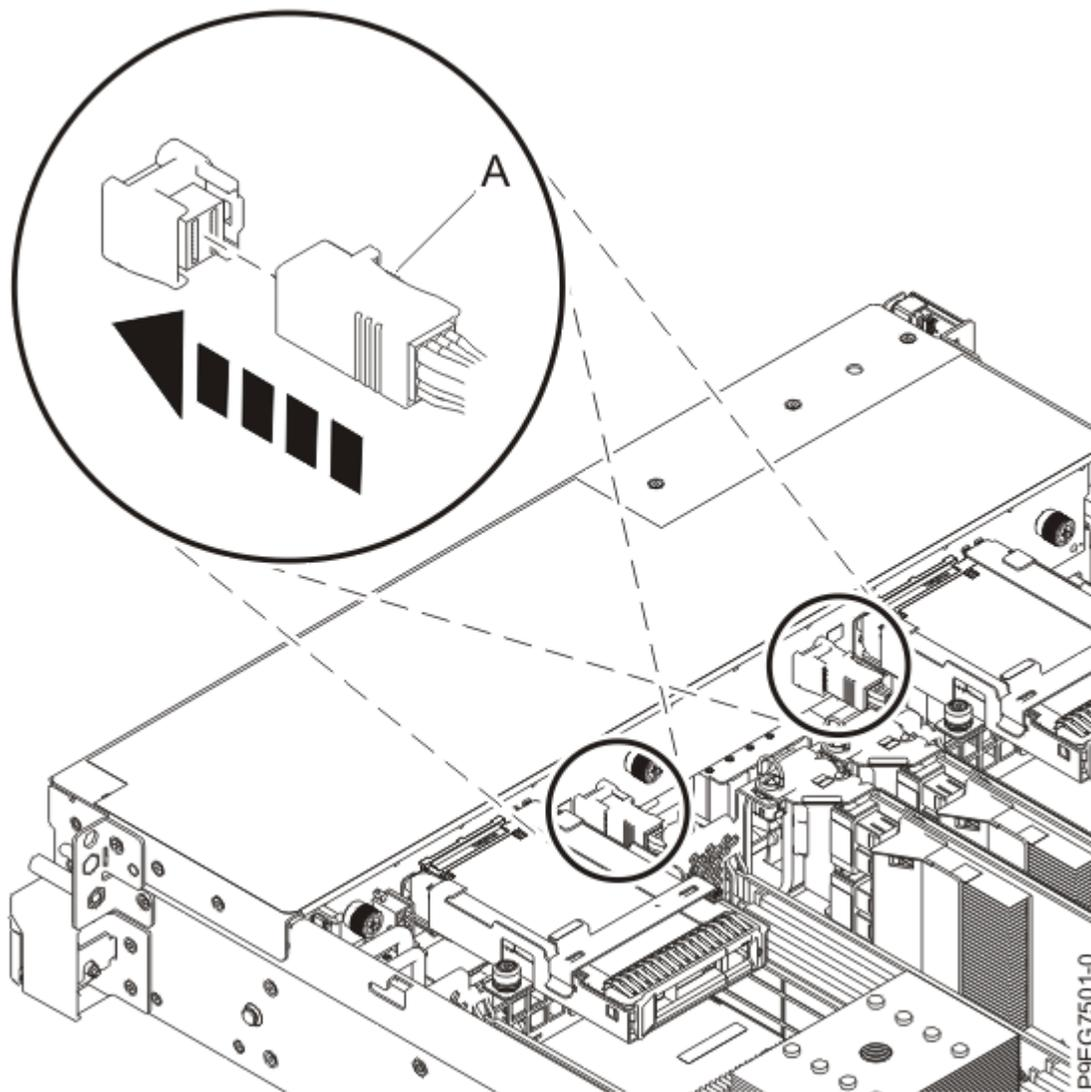

Figura 10. Voltar a ligar os cabos SAS frontais
6. Através da utilização dos rótulos, volte a ligar os cabos SAS frontais **(A)** à porta de conexão no painel posterior da unidade de disco. Empurre o conector para dentro até que o trinco do conector faça clique. Consulte Figura 10 na página 12.